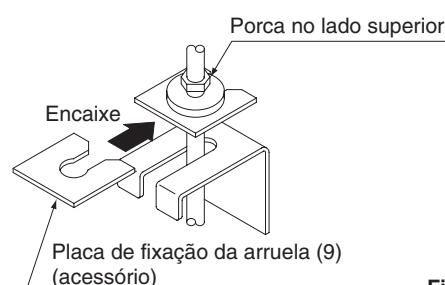

Fig. 3
- (1) Instale temporariamente a unidade interna.
- Conecte os suportes de fixação aos ganchos de fixação. Não deixe de usar e aperte a arruela e a porca (11) para cada suporte de fixação do lado superior e inferior do suporte de fixação. (**Consulte a Fig. 3**) Nesse momento, a queda da arruela (11) do suporte de fixação pode ser evitada se for usada a placa de fixação da arruela (9).